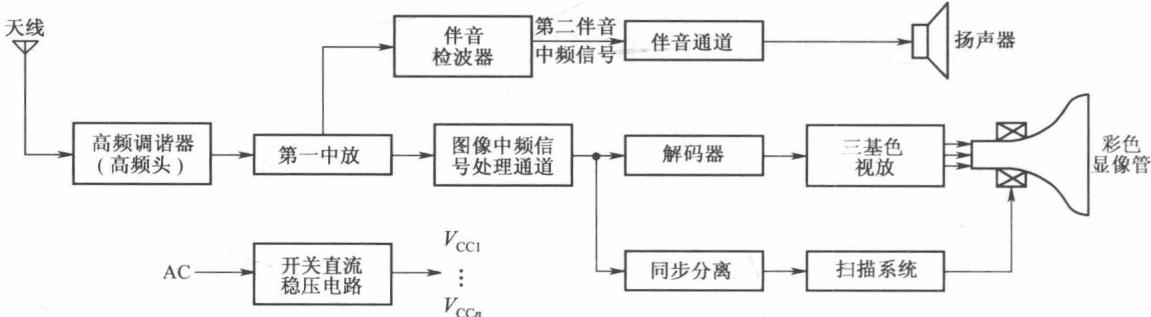

图 1-3 彩色电视接收机功能框图之二
(2) 在第一中放后分离第一伴音中频信号，然后将图像中频信号与第一伴音中频信号进行差频，从而获得第二伴音中频信号。这种信号处理方式的优点是对中放电路要求较低，但电路结构较复杂，电路功能方框图如图 1-3 所示。